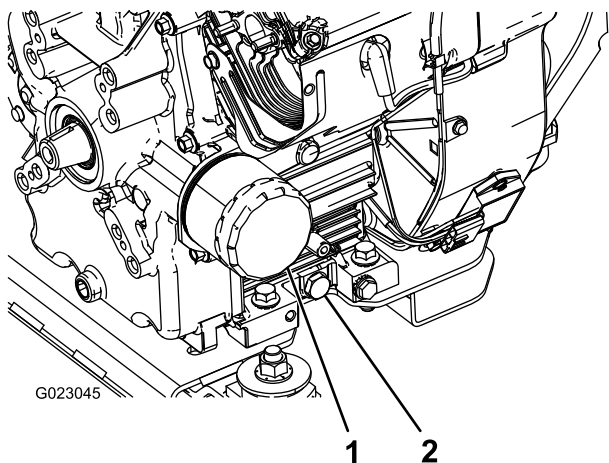

Figura 41
5. Retire el tapón de vaciado (Figura 41).
2. Retire el filtro de aceite (Figura 41).
5. Instale el filtro de aceite nuevo en el adaptador del filtro. Gire el filtro en el sentido de las agujas del reloj hasta que la junta de goma entre en contacto con el adaptador del filtro, luego apriete el filtro 1/2 de vuelta más (Figura 41).